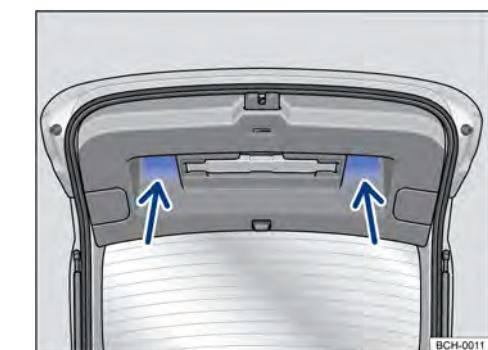

Fig. 60 Tampa traseira aberta: rebaixos (setas) para puxar e fechar.
- Puxar a tampa traseira pelo rebaixo no revestimento interno → Fig. 60 com impulso para baixo, de modo que se encaixe na fechadura → .